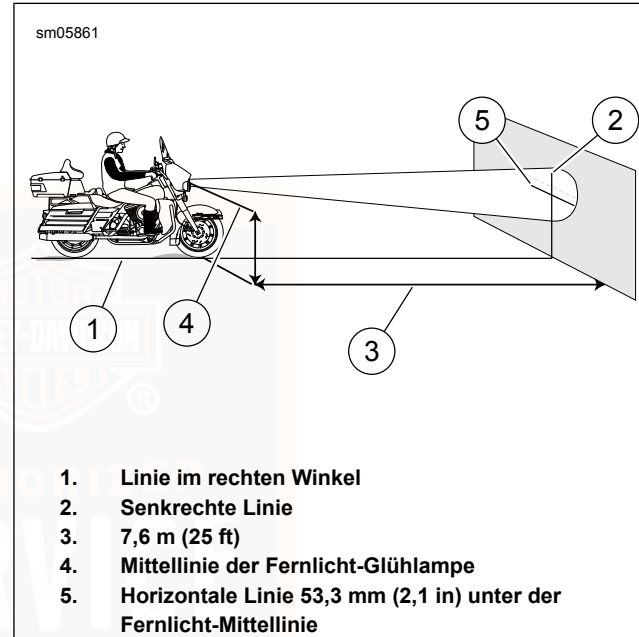

Abbildung 91. Scheinwerferausrichtung: Typ Quarz-Halogen
4. Siehe Abbildung 91. Das Motorrad auf einer Linie (1) im rechten Winkel zur Wand parken.
6. Eine senkrechte, auf Linie (1) ausgerichtete Mittellinie (2) an der Wand anzeichnen.
7. Bei beladenem Motorrad das Vorderrad gerade nach vorne auf die Wand ausrichten. Den Abstand (4) vom Boden zur Mittellinie der Glühlampe messen:
8. Durch die vertikale Linie eine horizontale Linie (5) ziehen.
- a. **Quarz-Halogen:** Siehe Abbildung 91. 53,3 mm (2.1 in) niedriger als die gemessene Entfernung.
- c. **LED, rahmenmontierte Verkleidung:** Siehe Abbildung 91. 53,3 mm (2.1 in) niedriger als die gemessene Entfernung.
- Quarz-Halogen:** Siehe Abbildung 91. Mit dem Scheinwerfer auf **Fernlicht** geschaltet ist der Brennpunkt des Leuchtmittels auf der Markierung zentriert.